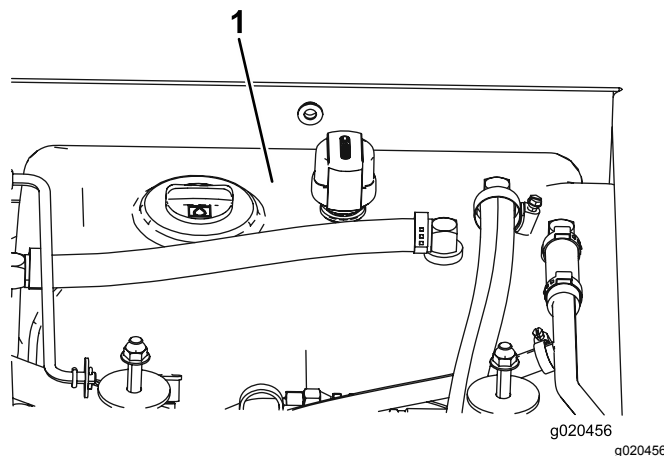

Figura 98
3. Encha o reservatório (Figura 98) com fluido hidráulico; consulte Verificar o fluido hidráulico \(página 30\).